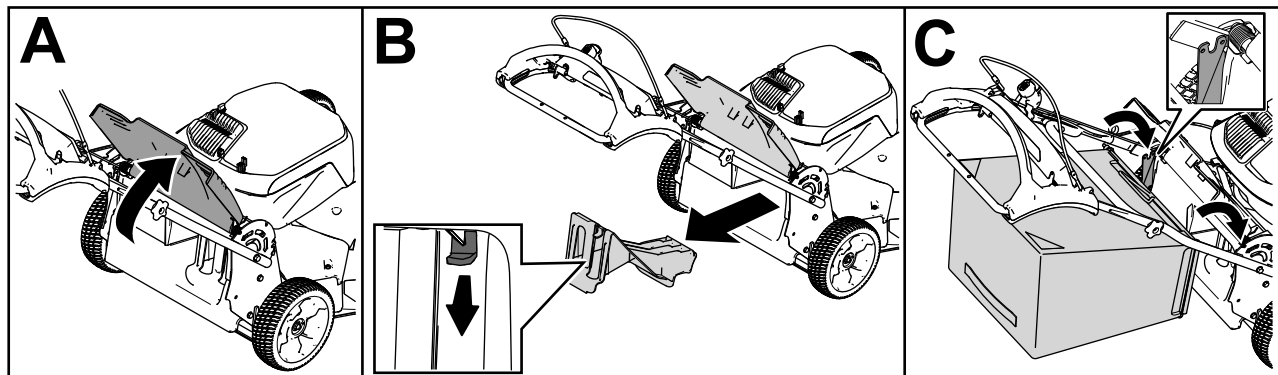

Figure 18
1. Soulevez le déflecteur arrière et maintenez-le dans cette position (A de Figure 18).
2. Retirez l'obturateur d'éjection arrière en appuyant sur le dispositif de verrouillage avec le pouce et en tirant l'obturateur hors de la machine (B de Figure 18).
3. Placez la tige du bac dans les crans à la base de la poignée et agitez le bac d'avant en arrière pour vous assurer que la tige est bien engagée au fond des deux crans (C de Figure 18).